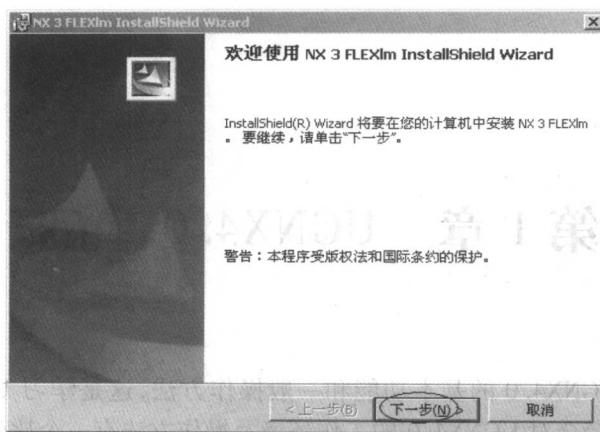

图 1-2 服务程序正常安装界面提示
(4) 选择“中文(简体)”安装语言,单击【确定】按钮,系统检测计算机配置,如检测无错误,则进入服务程序正常安装界面提示,如图 1-2 所示。